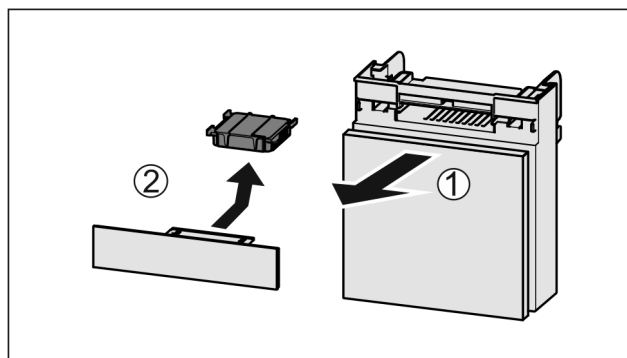

Fig. 33
- Zásuvku vytáhněte dopředu Fig. 33 (1).
- Filtr s aktivním uhlím vyjměte Fig. 33 (2).